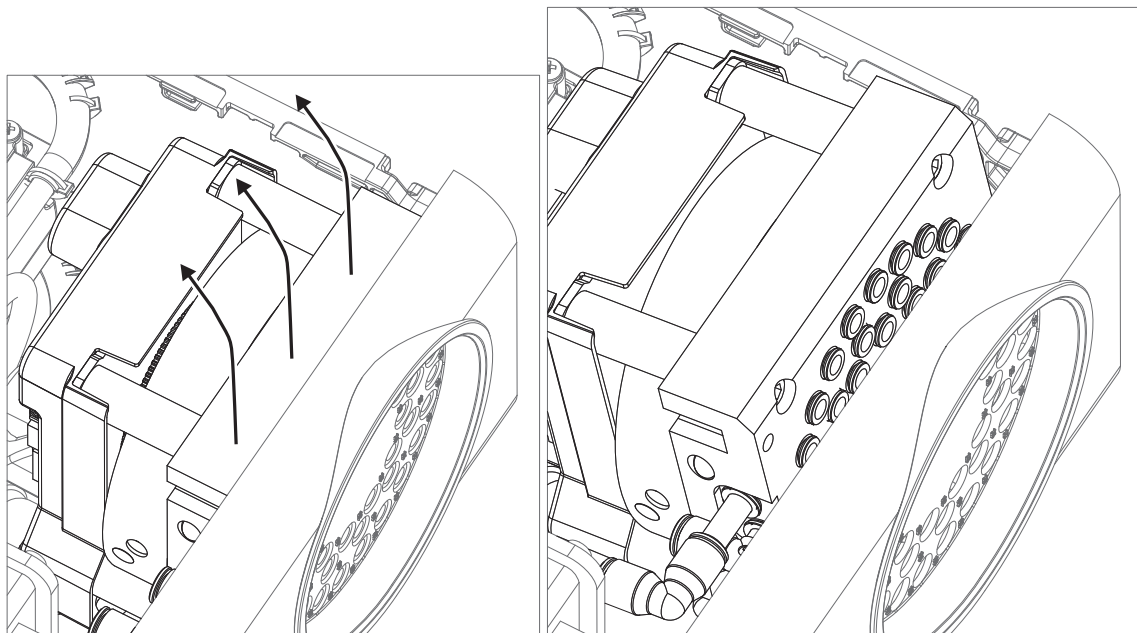

Рис. 7-23: Демонтаж поворотного клапана
7. Наклоните поворотный клапан и извлеките его из извещателя (Рис. 7-23).